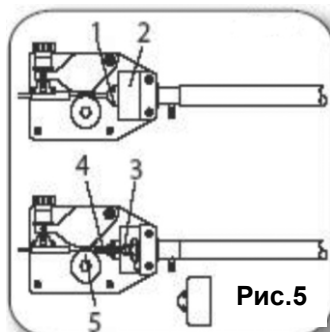

Рис.5
- (5) и отсоедините втулку от быстросъемной муфты (7), нажав на нее.
- Прикрутите новую втулку на шланг горелки. Втулка должна жестко встать в быстросъемную муфту на газовый клапан (5).
- Установите горелку на держатель опоры горелки (3).
- Прикрутите верхнюю крышку горелки (3) с помощью винтов (1-2).
- Измерьте втулку и отрежьте ее с помощью бокорезов, чтобы зазор (7) между концом втулки и роликом подачи был не более 2мм. Убедитесь, что нет зазубрин и острых углов, т.к это может мешать подаче проволоки.
7.6. Прямое подключение (Рис.5):
- Открутите винты (1), которые закрепляют держатель опоры горелки (2).
- Открутите латунную гайку (3) от шланга горелки и снимите горелку.
- Снимите втулку (4) со шланга.
- Прикрутите латунную гайку (3) и держатель опоры горелки (2).